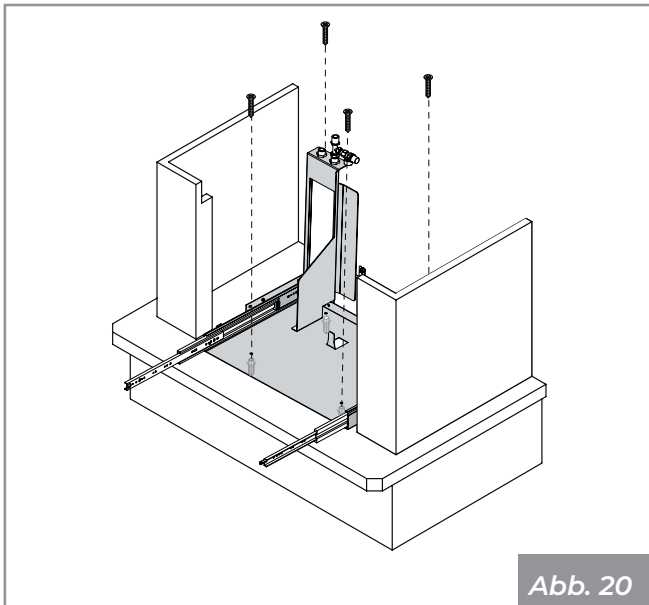

Abb. 20
- Den Sockel positionieren und mit Dübeln (**Abb. 20**) am Kaminboden befestigen;